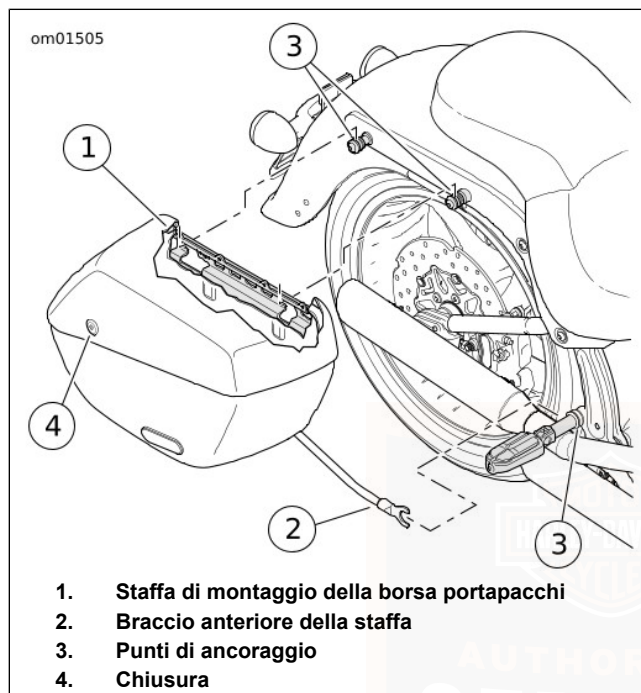

Figura 12. Rimozione/installazione borse portapacchi
1. Vedere Figura 12. Inserire la chiave nella serratura della borsa portapacchi e portarla in posizione verticale per aprire la borsa.
3. Vedere Figura 12. Inserire la chiave nella serratura della borsa portapacchi e girarla all'indietro per chiudere la borsa.
2. Vedere Figura 12. Spingere la borsa portapacchi verso la parte posteriore del veicolo per liberare la staffa dai punti di ancoraggio.
1. Vedere Figura 12. Allineare le scanalature sulla staffa di montaggio della borsa portapacchi ai due punti di ancoraggio sul parafango posteriore. Inserire il braccio anteriore della staffa nel punto di montaggio sulla staffa della pedalina poggipiedi del passeggero.